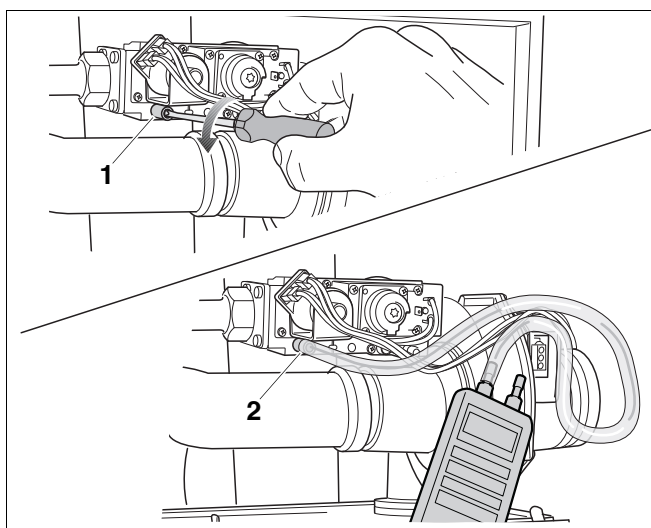

Рис. 79 Измерение подаваемого давления газа
- Отвернуть на 2 оборота запорный винт на ниппеле для измерения давления подключения газа и удаления воздуха (рис. 79, поз. 1).
- Шланг манометра с обозначением "плюс" подключить к измерительному штуцеру (рис. 79, поз. 2).